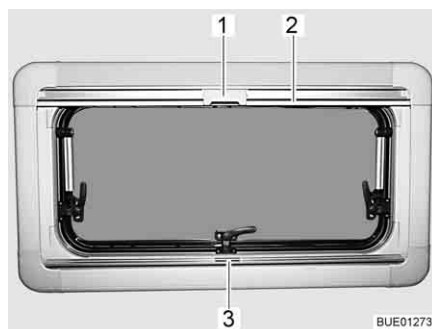

Fig. 83 Fenêtre projetante
- Saisir le dispositif occultant plissé par le centre de la barre-poignée (Fig. 83,3), le tirer du bas vers le haut et le relâcher à la hauteur voulue. Le dispositif occultant plissé reste alors à cette hauteur.
- Tirer la moustiquaire par la barre-poignée (Fig. 83,2) vers le bas jusqu'à ce qu'elle entre en contact avec celle du dispositif occultant plissé (Fig. 83,3).
- Verrouiller le cran (Fig. 83,1) de la moustiquaire avec la barre-poignée du dispositif occultant plissé.
- Presser le cran (Fig. 83,1) en haut de la moustiquaire vers l'arrière.
- Ramener lentement la moustiquaire en arrière au moyen de la barre-poignée (Fig. 83,2).